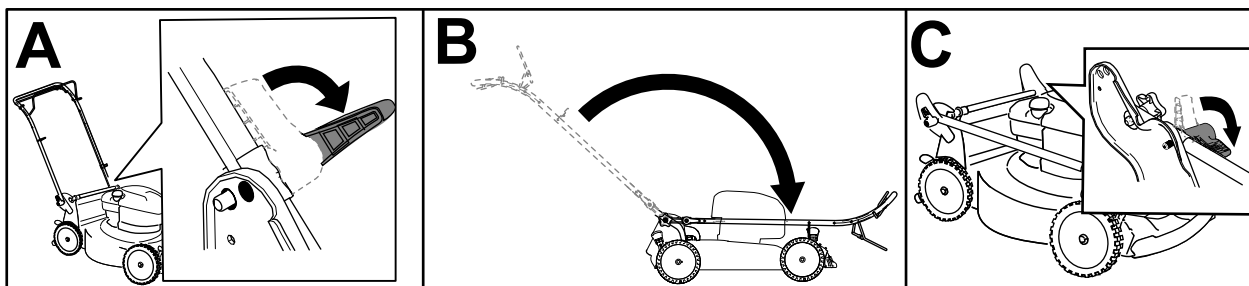

Figure 16
2. Déverrouillez le guidon jusqu'à ce que la moitié supérieure bouge librement (A de la Figure 16).
3. Rabattez le guidon en avant et engagez les verrous (B et C de la Figure 16).